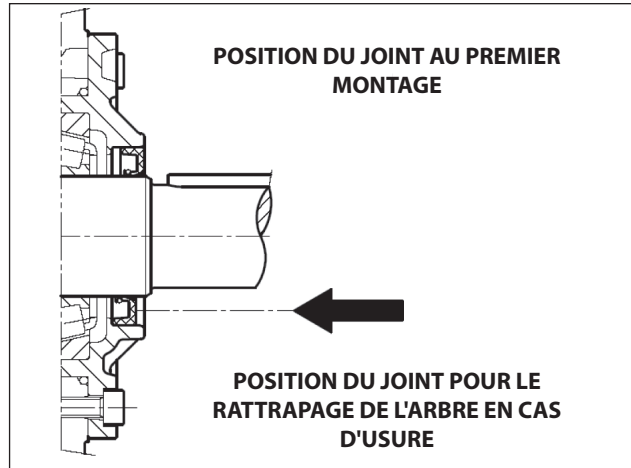

Fig. 7
S'il s'avère nécessaire de remplacer le joint, placer le nouveau en utilisant l'outil approprié (réf. 27904800) comme le montre la Fig. 7.
**Si l'arbre de la pompe présente une usure diamétrale dans la zone de contact avec la lèvres d'étanchéité, afin d'éviter l'opération de rattrapage, il est possible de repositionner le joint en butée avec le couvercle, comme l'indique la Fig. 7.**